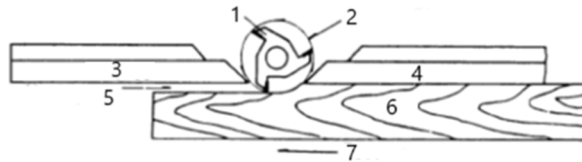

Figur 1
1. For de fleste arbeider, der en del av kanten av arbeidet ikke berøres av kutteren, er både de fremre og bakre gjerdene i en rett linje, som vist i figur 1.